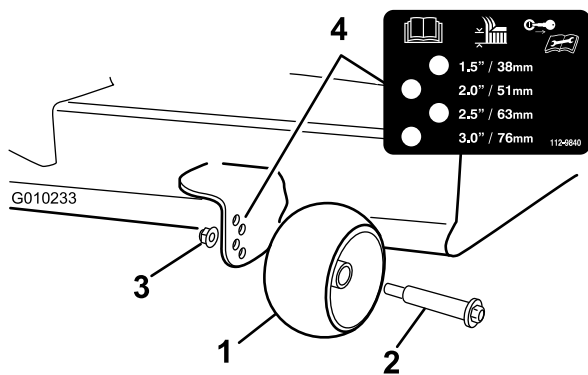

Figura 21
3. Ajuste los rodillos protectores del césped según se muestra en Figura 21 a la posición de altura de corte más próxima.